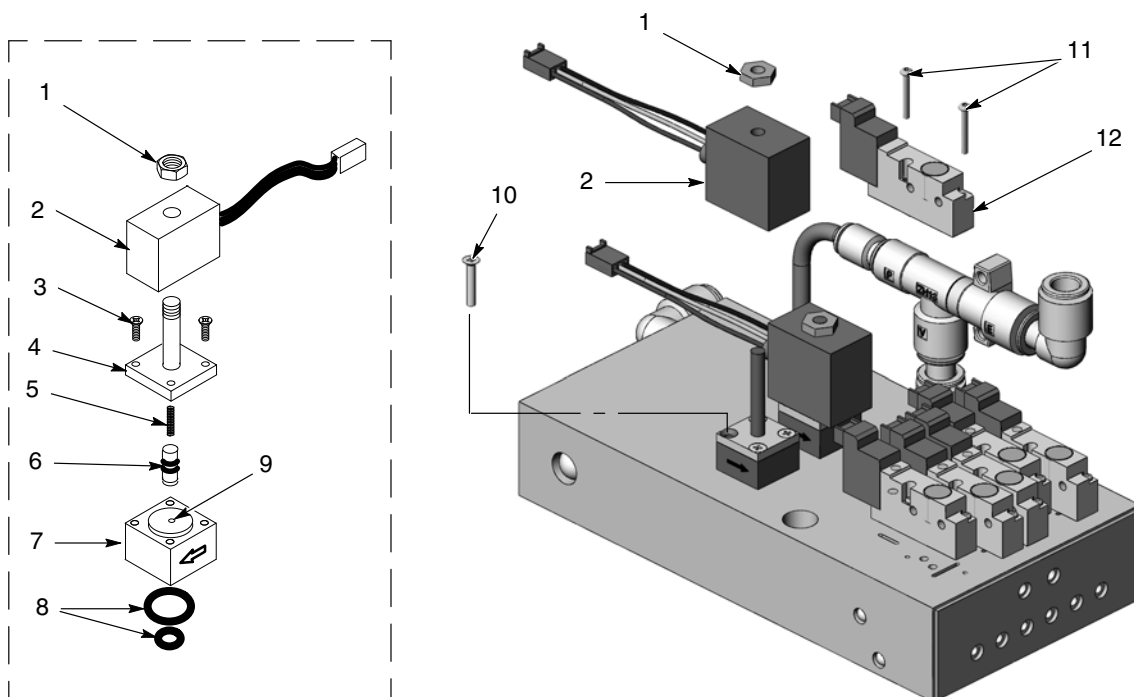

Figura 6-1 Reparación del distribuidor
1. Ver la figura 6-1. Extraer la tuerca (1) y la bobina (2) de la válvula de control de flujo.
2. Extraer los dos tornillos largos (10) para extraer la válvula de control de flujo del distribuidor.
3. Extraer los dos tornillos cortos (3), posteriormente extraer el vástago de la válvula (4) del cuerpo de válvulas (7).
4. Retirar el cartucho de la válvula (6) y el muelle (5) del vástago.
5. Limpiar la superficie de apoyo y las juntas del cartucho, así como el orificio (9) del cuerpo de válvulas. Utilizar aire comprimido a baja presión. No se deben utilizar herramientas de metal afiladas para limpiar el cartucho o el cuerpo de válvulas.
Ver la figura 6-1. Retirar la válvula extrayendo la tuerca (1), la bobina (2) y los tornillos largos (10).
Ver la figura 6-1. Para extraer las electroválvulas, retirar los dos tornillos (11) ubicados en el cuerpo de válvulas y despegar la electroválvula (12) del distribuidor.